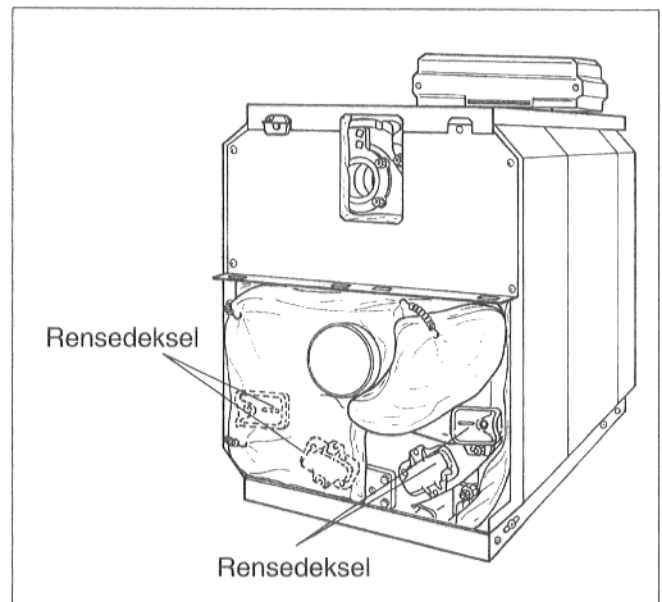

Fig. 55
- Spennfjærerene under røkgassamleren løsnes og delene av begge isoleringsmattene bøyes oppover og henges inn på øvre isoleringsmatte med spennfjærene (Fig. 55).
- Rensedeksler på bakelement og røkgassamler skruses av (Fig. 55).